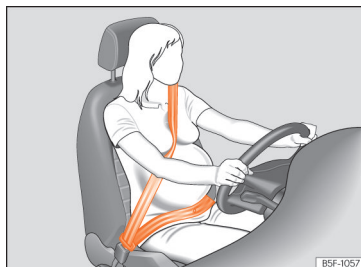

Abb. 95 Gurtbandverlauf bei schwangeren Frauen.
- Bei schwangeren Frauen muss der Beckengurt möglichst tief vor dem Becken verlaufen und immer flach anliegen, damit kein Druck auf den Unterleib ausgeübt wird »» Abb. 95.